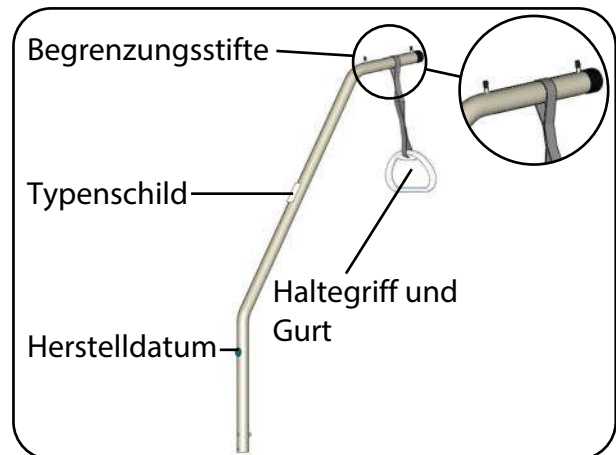

Abb. 6.5.02 – Aufrichter mit Haltegriff und Gurt
4. Positionieren Sie die Halteschleife des Gurtes zwischen den beiden Begrenzungsstiften am Aufrichter (Abb. 6.5.02).